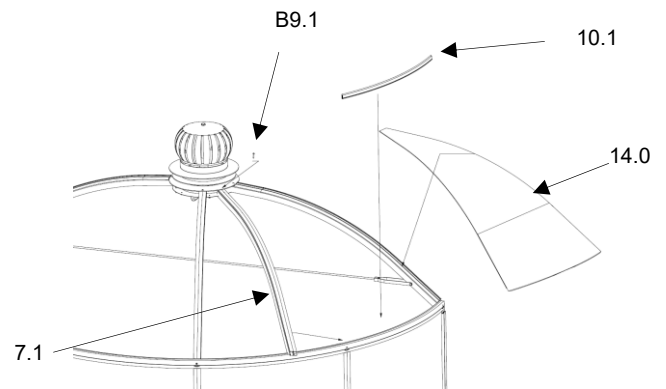

Abb.30
2. die Mittelsprosse (Dach) (7.1) unten minimal links zur Seite drücken. (Abb.30)
4. Dachverglasung (14.0) von unten nach oben in die Glas-Nut von den Profilen einschieben und einsetzen. (Abb.30)